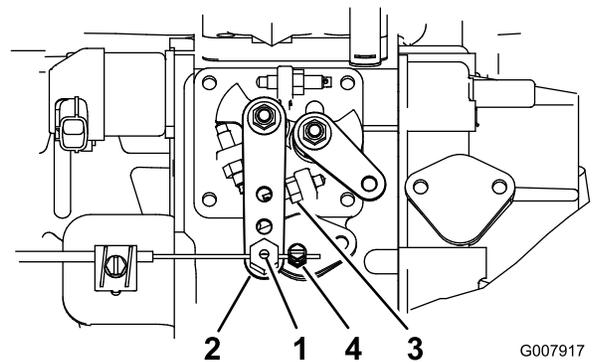

Figura 65
2. Desaperte o dispositivo de ligação, no cabo do regulador, junto da alavanca da bomba de injeção (Figura 65).
3. Mantenha a alavanca contra o travão de ralenti elevado (Figura 65).